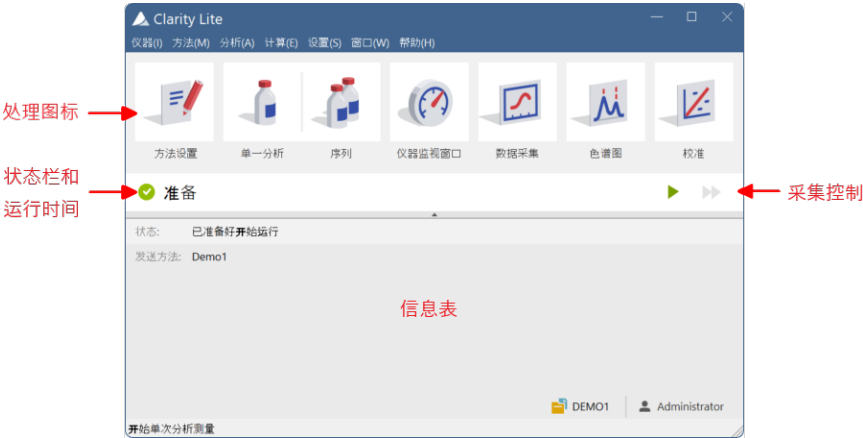

图7: Clarity Lite 窗口
- 第12页第图7.会显示 **Clarity Lite**窗口中最重要的几个图标。本次概述，我们将会讨论所有用这些图标点开的窗口。
- 出于演示目的, 您可以将第13页第图8.中所示字段的值设置为典型分析设置。一旦执行此操作, 您的 Clarity Lite 窗口将与第12页第图7.所示相同。
- 在参数设置之后, 您可以点击运行按钮⑦ 运行单次分析。单次分析对话框此时会关闭。如果再次打开该对话框, 会看到另外三个按钮(停止, 中止, 快照)。它们将允许停止或中止分析, 或者拍摄快照(查看在第14页第"数据采集窗口"节.)。
- 在 Clarity Lite 窗口查看状态栏(查看第12页第图7.)。采集窗口现在的信号来自运行状态的仪器, 并且此时横坐标显示的是正在运行的时间。
- 点击数据采集图标(查看第12页第图7.)进入数据采集窗口, 可以查看数据采集过程并且可以在该界面控制仪器。
- 根据仪器的配置, 窗口会显示一个或多个信号。在信号窗口① 的右上角会显示被监控的检测器(信号) 数量和名字。